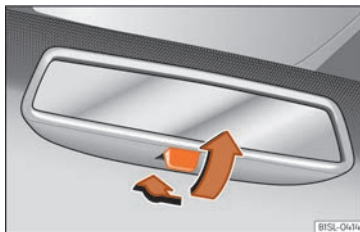

Abb. 150 Manuell abblendbarer Innenspiegel.
- Zum Abblenden des Rückspiegels, Hebel nach hinten ziehen » Abb. 150.